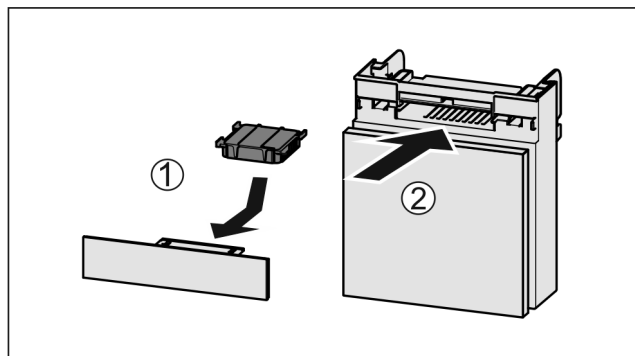

Fig. 100
- Aktivkohlefilter nach Abbildung einsetzen Fig. 100 (1).
- Fach einschieben Fig. 100 (2).